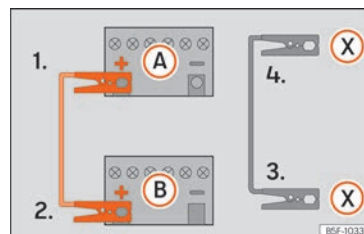

Fig. 45 Esquema de conexión para vehículos con sistema Start Stop.
- 4b. En los vehículos con sistema Start-Stop: emborne un extremo del cable negro de emergencia (X) a un terminal de masa adecuado, a una pieza de metal maciza que vaya atornillada al bloque motor o al mismo bloque motor » fig. 45.
5. Emborne el otro extremo del cable negro de emergencia (X), en el vehículo con la batería descargada, a una pieza de metal maciza que vaya atornillada al bloque motor o al mismo bloque motor pero lo más alejado posible de la batería (A).